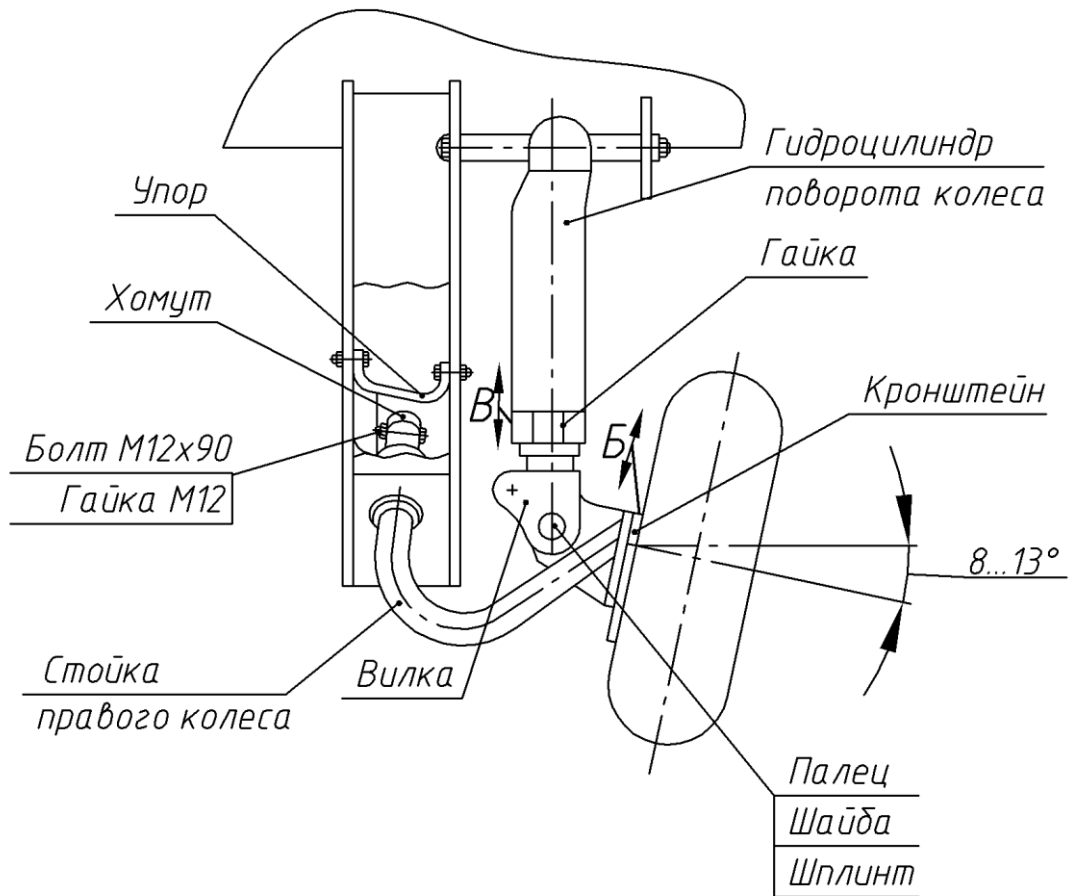

Рисунок 8. Установка правого колеса
6.3.4. Вставьте стойку правого колеса в жатку (рисунок 8), наденьте хомут, вставьте болт и закрутите гайку. Установите упор. Зажмите крепеж. Закрепите вилку гидроцилиндра на стойке колеса (палец, шайба, шплинт). Гайка должна в рабочем положении жатки (шток гидроцилиндра втянут) упираться в крышку гидроцилиндра.